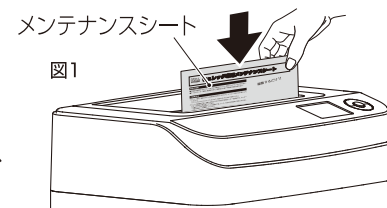
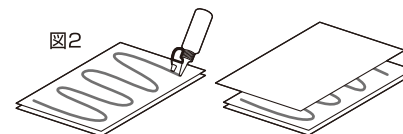

図1
図2
- 細断能力が低下し、頻繁に細断くすがつまるような場合は、弊社のシュレツダ専用メンテナンスシート（NSE-MSA5）を図1のように細断するか、ボトル入りの専用オイル（ISO-030）を図2のように準備し、そのまま細断してカッター部をお手入れしてください。